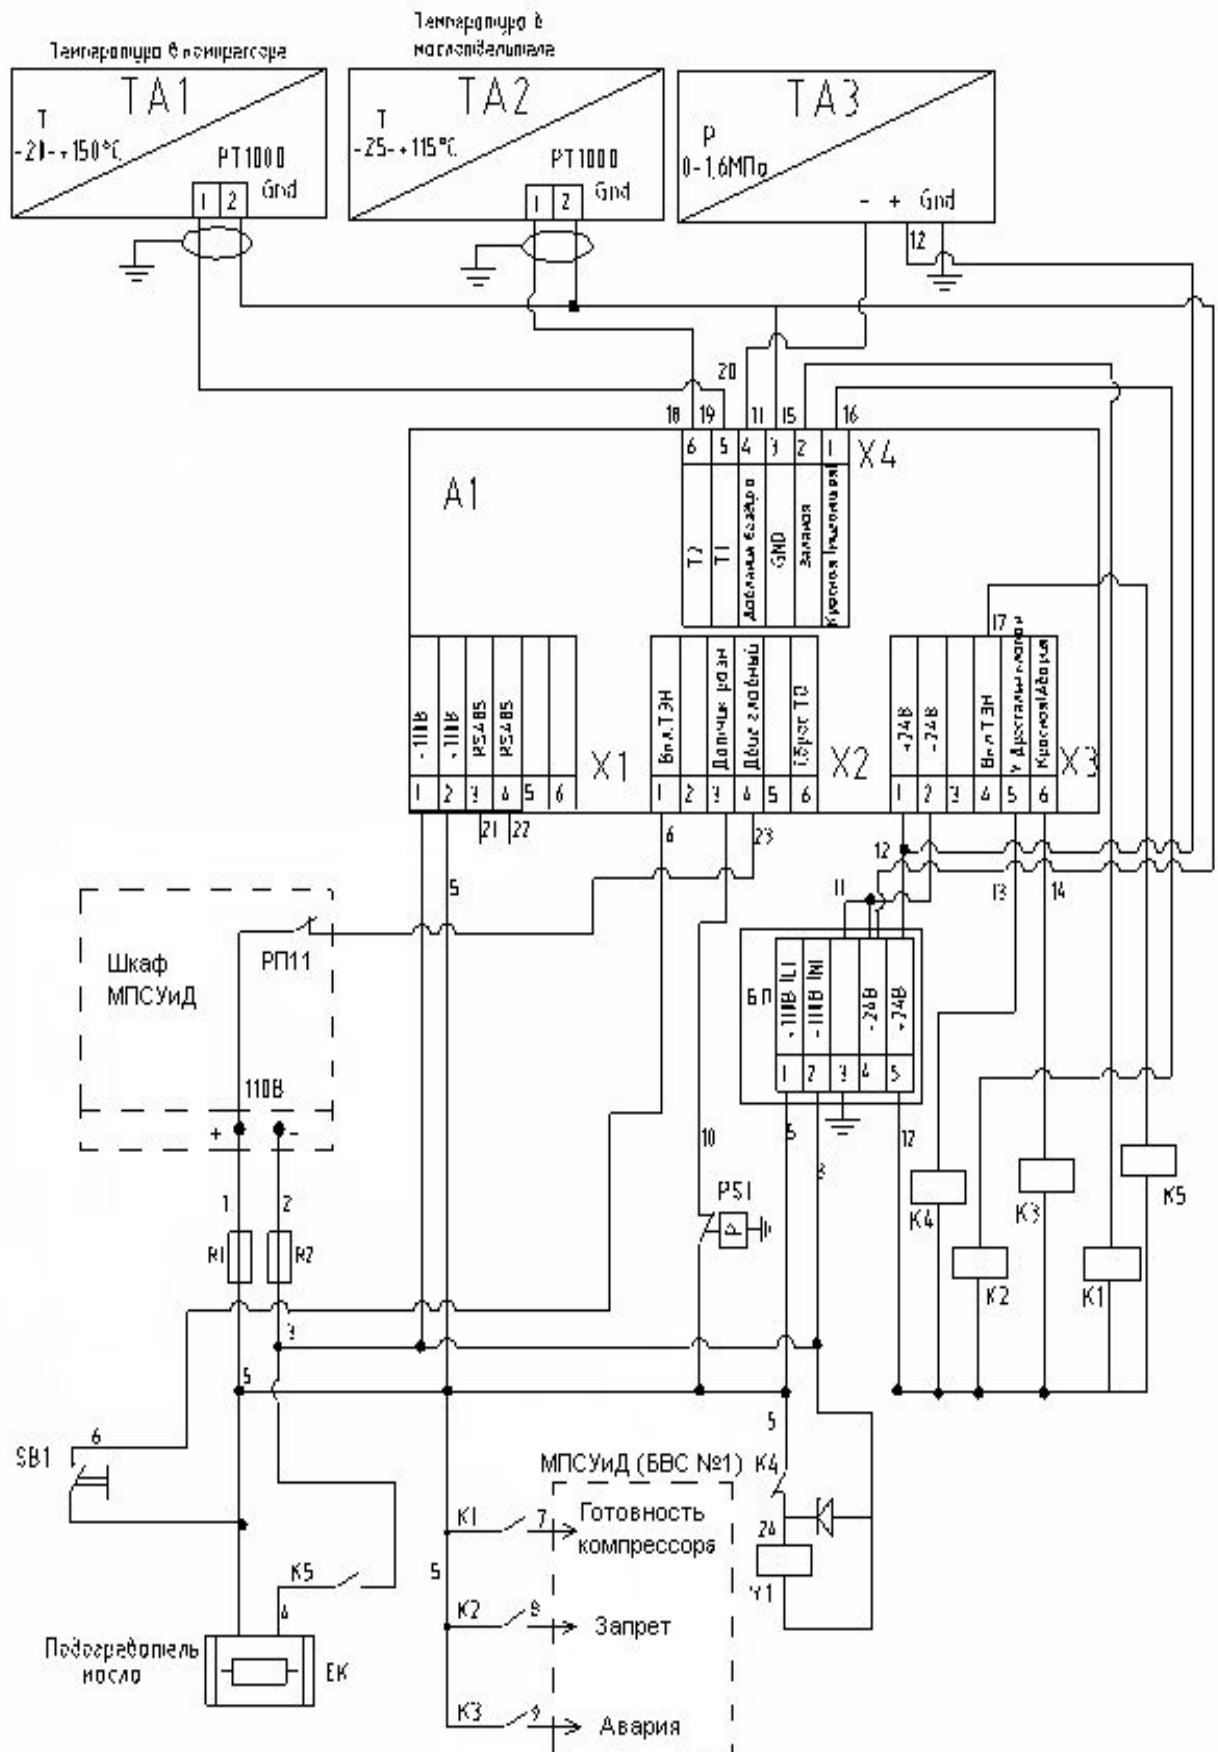
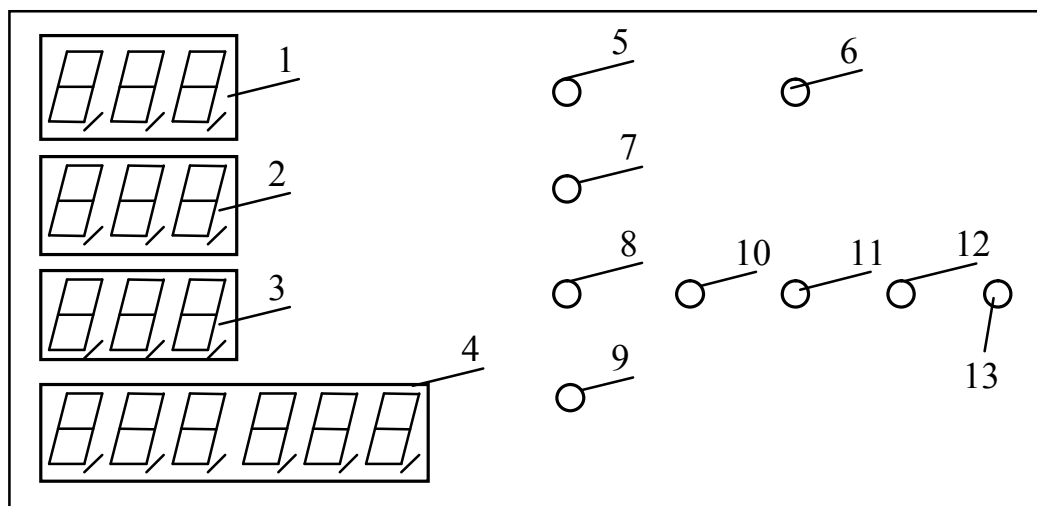

Рисунок 4.20 – Схема блока управления компрессором
Рисунок 4.21 – Расположение элементов индикации на панели блока
После включения ВЦУ подается напряжение 110 В на блок управления компрессором М13 по проводу 569. Через 30 секунд включается дроссельный клапан Y1 (см. рисунок 4.20) для исключения утечки сжатого воздуха из питательной магистрали электровоза.
После подачи напряжения питания на блок управления МК должен включиться единичный индикатор «Напряжение подано» (поз. 5 рис. 4.21) и «Клапаны включены» (поз. 8). В зависимости от состояния входных дискретных и аналоговых сигналов установятся индикаторы поз. 7, 9, 10, 11, 12, 13. **Подробно показания состояния индикаторов расписаны в таблицах 4.7 и 4.10.**
Если пришла команда на включение мотор-компрессора, включается индикатор «Компрессор работает» (рис. 4.21 поз.7), а индикатор «Клапаны включены» (поз. 8) выключаются.
Если на момент включения МК температура масловоздушной смеси составит 115 °С, то через 60 секунд компрессорная установка разгрузится и индикатор «Клапаны включены» (рис. 4.21 поз. 8) включится.
Включение и отключение цепи питания тэнов ЕК (см. рисунок 4.20) осуществляется вручную при помощи кнопки с фиксацией SB1, которая установлена на блоке управления МК. Температура масла в маслоотделителе контролируется датчиком ТА2. Если температура масла не превышает установленной величины (меньше 0 °С) и включена кнопка SB1, то включиться индикатор подогрева «Авария» (рис.4.21 поз. 10). Одновременно, с периодом замыкания 1 секунда, включается реле К2 и индикатор «Предупреждение об аварии» (рис. 4.1 поз. 12), а через контакт реле К2 сигнал «Запрет» поступает на БВС № 1. В алгоритме управления нагревом реализован гистерезис, при котором отключение тэнов ЕК происходит при +5 °С, а повторное включение при минус 1 °С.
- индикатор подогрева «Авария» (рис. 4.21 поз. 10);
- индикатор «Предупреждение об аварии» (рис. 4.21 поз. 12).
Включится индикатор готовности к работе «Компрессор готов» (рис. 4.21 поз. 11) и через контакт реле К1 сигнал «Готовность компрессора» поступает на БВС № 1.
Если компрессор остановлен, кнопка SB1 управления нагревателями включена и температура масла понизится ниже 0 °С, то автоматически включится подогрев масла и индикатор подогрева «Авария» (рис. 4.21 поз. 10).
При увеличении температуры масловоздушной смеси свыше 105 °С включается индикатор «Предупреждение об аварии» (рис.4.21 поз. 12). Через контакт реле К2 сигнал «Запрет» поступает на БВС № 1. Семисегментный индикатор поз. 1 рис. 4.21 начинает мигать.
При увеличении температуры масловоздушной смеси выше 115 °С и по истечении 60 секунд должна пройти команда на открытие электромагнитного клапана У1 для перевода компрессорной установки на холостой ход. Включается индикатор «Авария» (рис. 4.21 поз. 13) и через контакт реле К3 сигнал «Авария» поступает на БВС № 1. Авария и её причина заносятся в архив аварий.
Давления сжатого воздуха контролируется датчиком ТА3. В случае превышения установленного максимального значения давления включается индикатор «Авария» (рис. 4.21 поз. 13) и через контакт реле К3 сигнал «Авария» поступает на БВС №1. Время аварии и её причина заносятся в архив аварий.
Контроль разности давлений сжатого воздуха на воздушно-масляном сепараторе осуществляется датчиком PS. В случае превышения устанавливаемого значения разности давлений через 10 секунд включается единичный светодиодный индикатор «Перепад давления на сепараторе» (поз. 9 рис. 4.21). На светодиодный индикатор «Предупреждение об аварии» (поз. 12 рис. 4.21) сигнал подается без задержки. Через контакт реле К2 сигнал «Запрет» поступает на БВС №1.
Учет времени работы компрессорной установки между отдельными ТО производится не сбрасываемым таймером. При наработке времени, при котором необходимо производить очередную замену масла, индикатор моточасов поз. 4 рис. 4.21 начинает мигать. Сброс мигания показаний моточасов прекращается автоматически через 2 часа. Или после подачи напряжения на вход Х2.6 (см. рисунок 4.21).